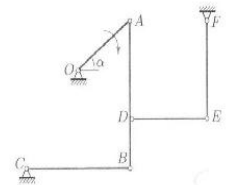

Рис. 6
**Задача 6.** Механизм состоит из пяти шарнирно соединенных стержней. Три шарнирные опоры крепят механизм к основанию. В указанном положении механизма (рис. 6) известна угловая скорость стержня  $OA$ :  $\omega_{OA_z} = -6$  с $^{-1}$ . Дано:  $OA = 5$  см,  $AB = 9$  см,  $BC = 8$  см,  $BD = 3$  см,  $DE = EF = 6$  см,  $\cos \alpha = 4/5$ . В данный момент стержень  $DE$  горизонтальный, стержни  $AB$  и  $FE$  вертикальные. Найти угловые скорости всех звеньев механизма.